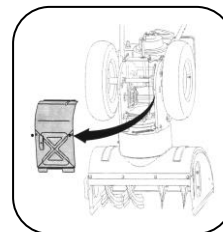

Figura 21
2. Gire cuidadosamente o limpa-neves para cima e para a frente, de modo que este assente sobre a carcaça do trado. Retire a tampa do quadro da parte inferior do limpa-neves removendo quatro parafusos auto-roscentes que o fixam. Ver figura 21.